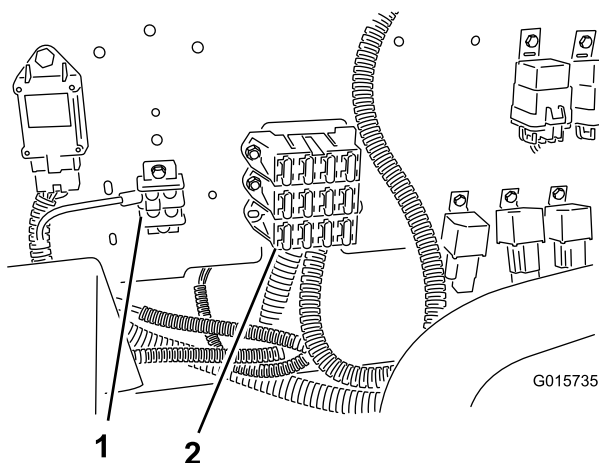

Figura 17
3. Posizionate i blocchi fusibili esistenti sulla macchina e installate il blocco fusibili collegato al cablaggio cavi fissandolo alla parte inferiore del blocco fusibile su di esso (Figura 17).
4. Fissate il terminale di messa a terra sul cablaggio cavi alla morsettiera di messa a terra (Figura 17).